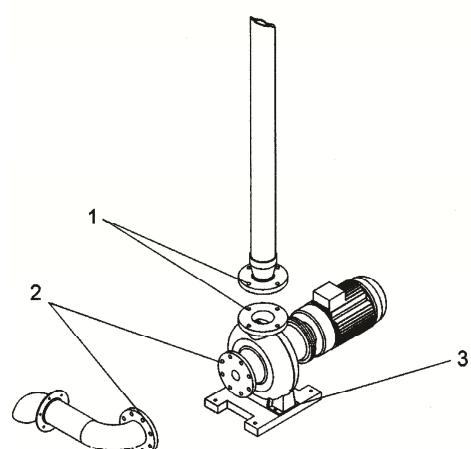

Fig. 22
- Dismounting the impulse pump: To dismount the impulse pump disconnect the flanges of the secondary circuit pipe (fig. 22/1), of the suction pipe (fig 22/2) and the bedplate fastening (fig 22/3).
- Démontage de la pompe: Pour démonter la pompe, découpler les brides du tuyau du circuit secondaire (fig. 22/1) et du tuyau d'aspiration (fig. 22/2) et les fixations du bâti (fig. 22/3).
- Desmontaje de la bomba de impulsión: Para desmontar la bomba de impulsión, desacoplar las bridas de la tubería del circuito secundario (fig. 22/1) y del tubo de aspiración (fig. 22/2) y las sujeciones de la bancada (fig. 22/3).